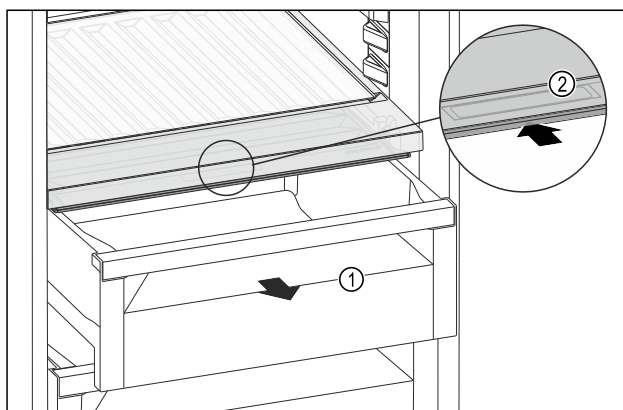

Fig. 123
- ▶ Извлеките выдвижной ящик Fig. 123 (1).
- Возьмитесь за утопленную ручку Fig. 123 (2) на крышке отделения и одновременно введите крышку отделения назад.